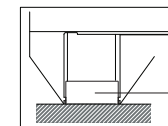

Fig.2
(2) Método de calibração para a posição '0' da régua de altura dos dentes: pegue um bloco calibrado de grau 3 cujo tamanho seja igual ao limite inferior do módulo medido. Em seguida, limpe a superfície da placa de granito (grau 1), coloque o bloco calibrado sobre a placa e pressione o calibrador de espessura dos dentes com a mão esquerda, de modo que as duas garras de medição da régua de espessura dos dentes fiquem em contato com a placa, conforme mostrado na Fig. 2. Mova lentamente o vernier da régua de altura dos dentes com a mão direita, a superfície de medição da régua de altura dos dentes e o bloco de medição com a mão direita. Após o contato ser estabilizado, a linha '0' e a linha da cauda no vernier devem coincidir com a linha correspondente no corpo da régua, respectivamente.